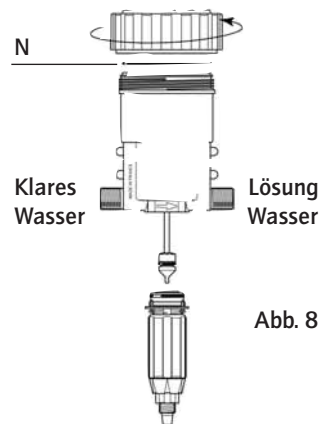

Abb. 8
- Vor dem Zusammenbau die Dichtung (Abb. 8-N) reinigen.